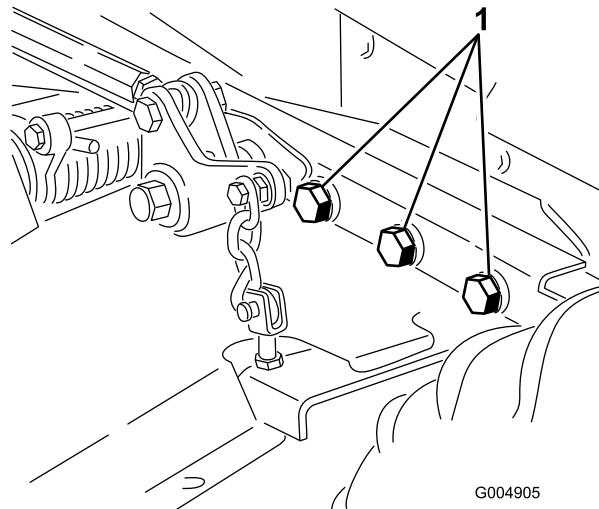

図 77
- ボルトナット類にゆるみながいか点検し、必要な締め付けを行う。特に、刈り込みデッキをトラクションユニットに固定しているボルト（6本）については、確実にトルク締めする（359 Nm=36.6kg·m=265 ft-lb）（図 77）。